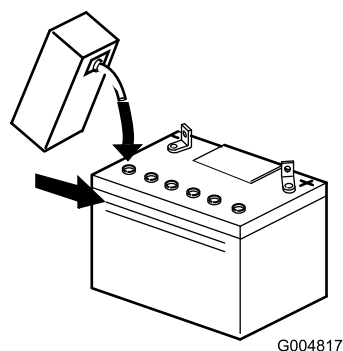

Figura 4
4. Vierta lentamente electrolito en cada célula de la batería hasta que el nivel de electrolito llegue a la línea superior de la caja de la batería (Figura 4).